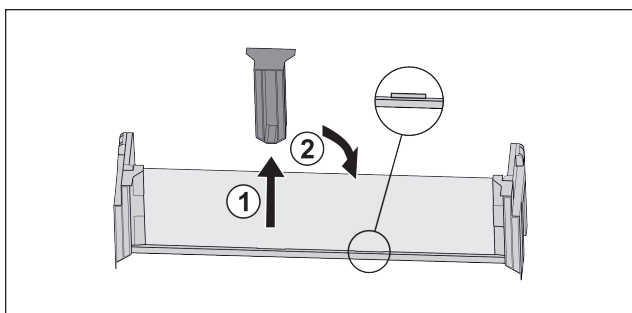

Fig. 23
- 拉出中间的定位件 Fig. 23 (1)。
- 将中间的定位件插入第二个位置 Fig. 23 (2)。